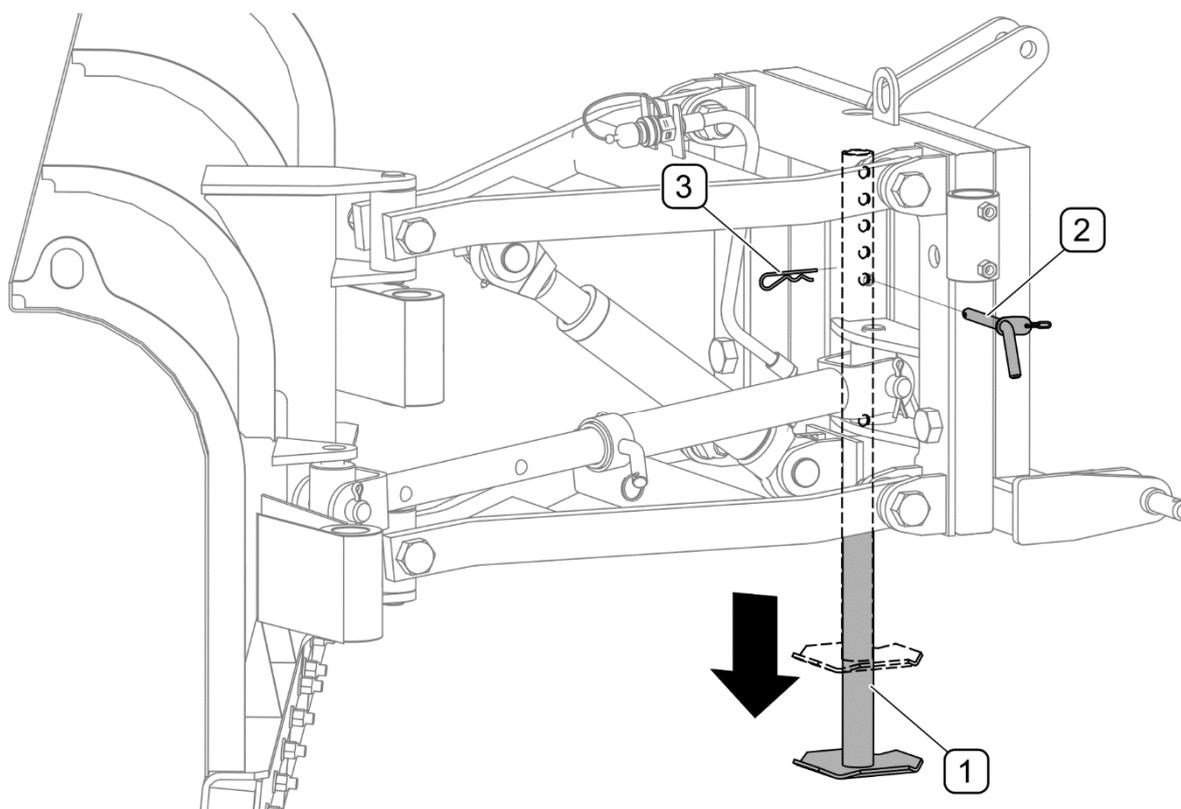

РИСУНОК 4.12 Опускание стояночной опоры
- поднять отвал и вынуть страховочную чеку (3) и шплинт (2) (РИСУНОК 4.12)
- поднять стояночную опору (1) и заблокировать шплинтом с чекой (РИСУНОК 4.12).
- поднять опору (1) и заблокировать шплинтом с чекой (РИСУНОК 4.12),